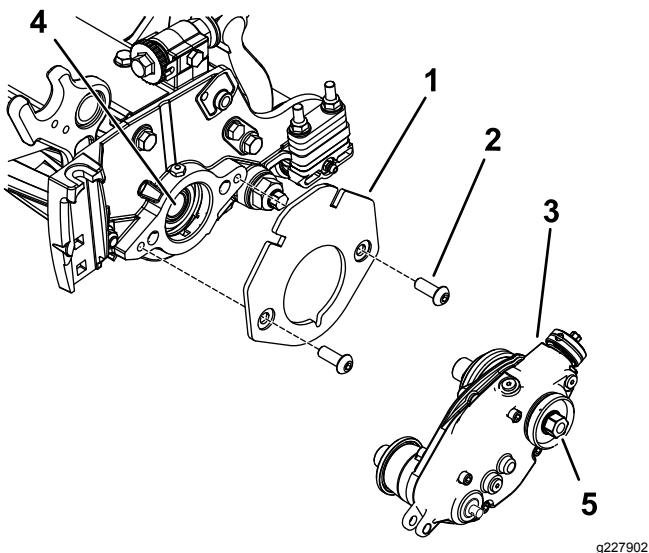

Рисунок 9
2. Прикрепите кронштейн груза к барабану при помощи 2 болтов со сферическими головками с внутренними шестигранниками ($\frac{3}{8} \times \frac{3}{4}$ дюйма), как показано на Рисунок 9.
243) на резьбу внутреннего вала барабана (Рисунок 9).
4. Присоедините блок привода механической щетки к валу барабана (Рисунок 9) при помощи шестигранной головки на блоке привода механической щетки.